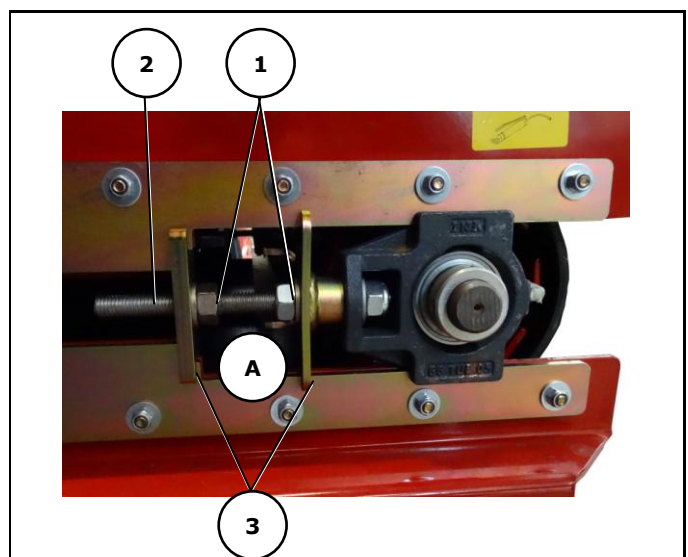

Abb. 9-42
- Läuft das Förderband schief oder schleift es am Rahmen, über die Spannschrauben (Abb. 9-42/2) gerade ausrichten.